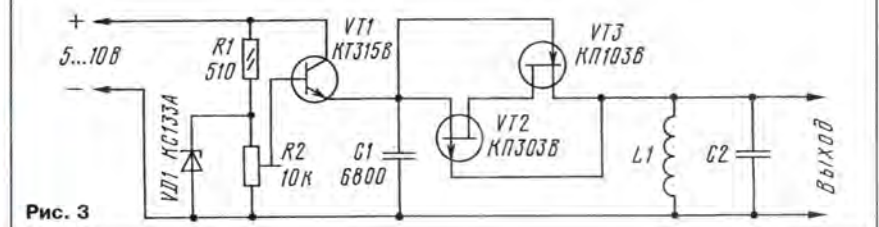

Рис. 3
**LC-генератор.** Для реализации такого генератора (рис. 3) необходимо заставить работать лямбда-диод на участке «в»
Частота генерации определяется параметрами катушки индуктивности и может лежать в широких пределах. Однако при малой индуктивности, т. е. на высоких частотах, будет сказываться паразитная емкость лямбда-диода и эквивалентная схема генератора станет такой, что и на рис. 3.